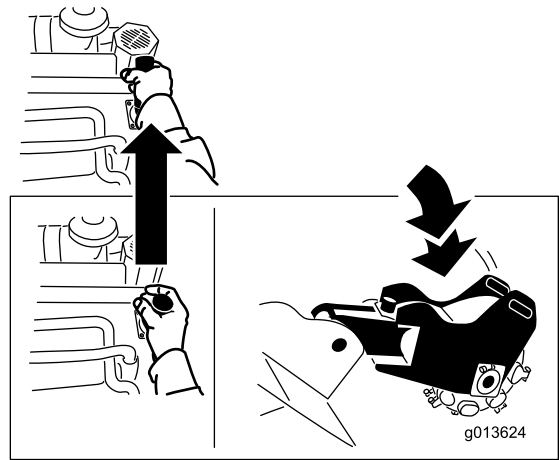

Figura 14
- Para bajar la destroconadora, empuje la palanca hacia adelante (Figura 14).